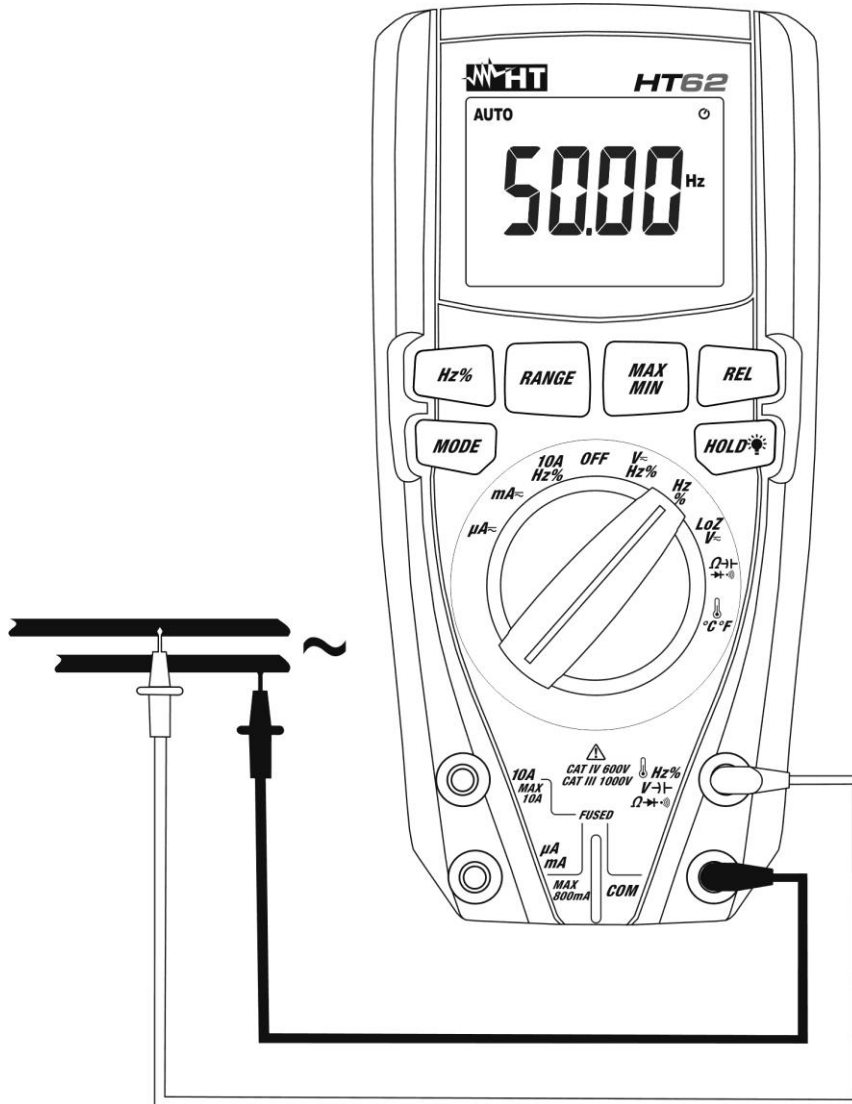

Abb. 5: Verwendung des Gerätes für Frequenz- und Duty Cycle-Messungen
4. Verbinden Sie die rote Messleitung und die schwarze Messleitung mit den gewünschten Messpunkten des zu messenden Kreises (siehe Abb. 5). Der Wert der Frequenz (Hz) oder des Duty Cycle (%) erscheint auf dem Display. Das Bar-Graph ist bei diesen Funktionen nicht aktiv.